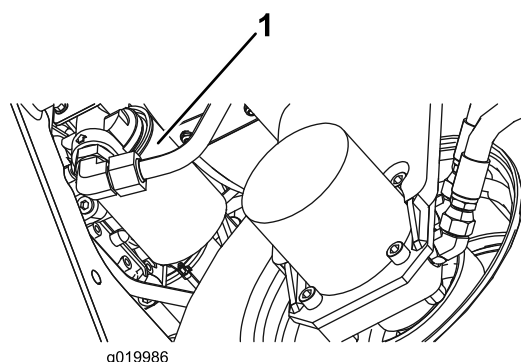

図 78
2. フィルタ取り付け部の周辺をウェスできれいにぬぐう。フィルタ 図 78 の下に廃油受けを置いてフィルタを外す。